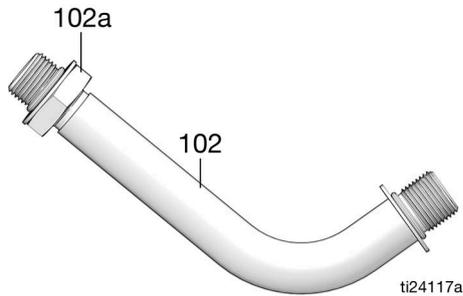

FIG. 4
3. Enrosque la pieza giratoria (1) del medidor en el accesorio de conexión de la manguera. Utilice dos llaves y haga fuerza en direcciones opuestas para apretar bien el medidor al accesorio de conexión de la manguera.
4. Instale la extensión (102) en el medidor:
- a. Afloje la tuerca de extensión (102a) hasta que salga por completo de las roscas del tubo (FIG. 4).